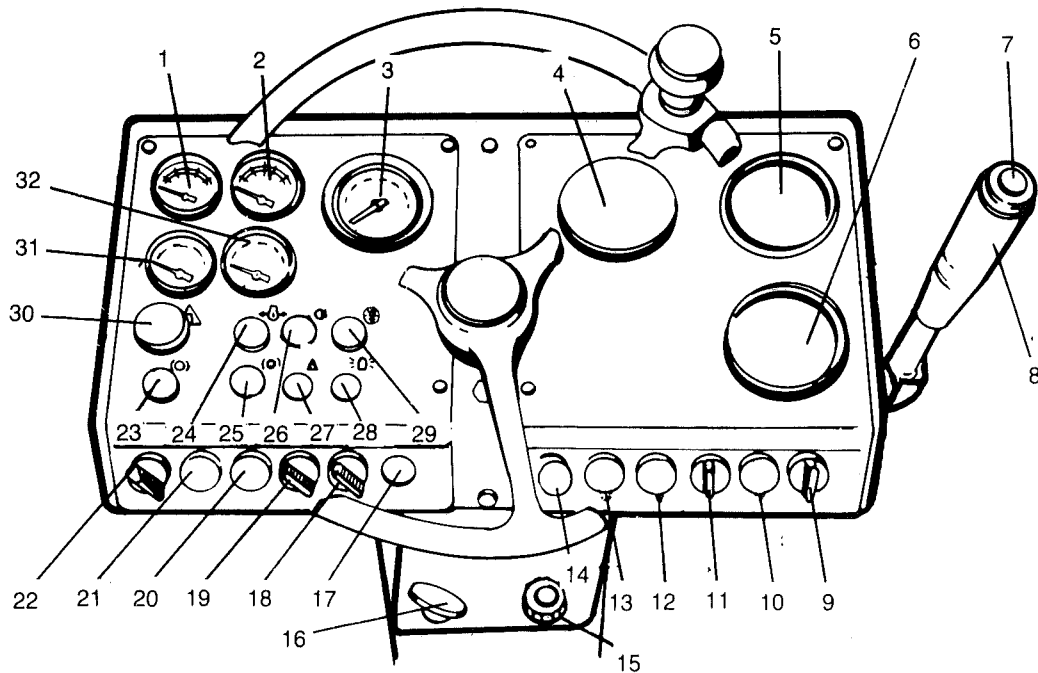

Fig. 1
- 1 Avec la tirette d'accélération (15) régler le régime du moteur diesel à 2 400 tr/min. Le réglage de précision se fait en tournant comme suit:
- 3 Placer la commande de vitesse grande/petite (9), fig. 1, en position désirée.
EN CAS D'URGENCE ENFONCER LE BOUTON D'ARRET D'URGENCE, VOIR FIG. 1. TENIR FERMEMENT LE VOLANT PENDANT LE FREINAGE. REARMER APRES LE FREINAGE.